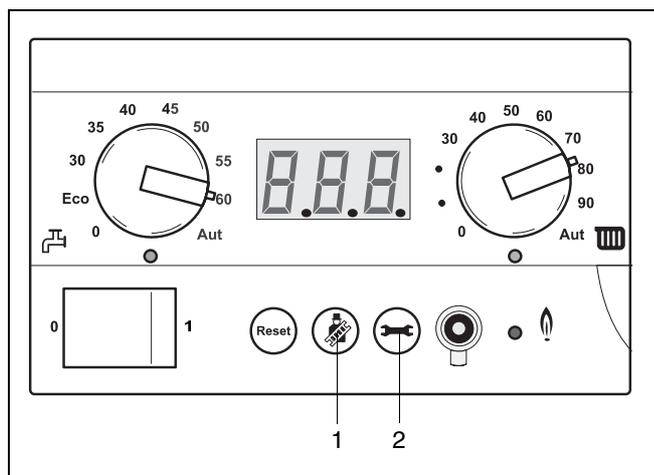

Fig. 28 Attivazione del tasto spazzacamino
- Premere il tasto spazzacamino per generare una richiesta di calore (fig. 28, pos. 1), fino a quando non compare un puntino in basso a destra sul display. L'apparecchio rimane, per un massimo di 30 minuti, in esercizio a pieno carico (esercizio spazzacamino).
- Premere simultaneamente il tasto spazzacamino (fig. 28, pos. 1) ed il tasto di manutenzione (fig. 28, pos. 2) fino a che il display non visualizza "L--." (per es.: "L B1.").
- Premere il tasto spazzacamino (fig. 28, pos. 1) ed il tasto di manutenzione (fig. 28, pos. 2) simultaneamente, sino alla comparsa di "L--" (per es. "L81.") sul display.